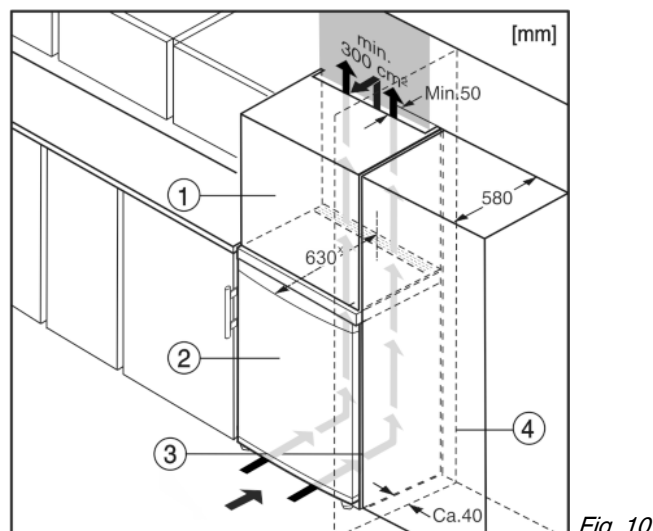

Fig. 10
Spotřebič lze zabudovat do kuchyňských skříní. K vyrovnání spotřebiče Fig. 10 (2) na výšku kuchyňské linky lze na přístroj nasadit nástavec Fig. 10 (1).
Při montáži do kuchyňských skříní (hloubka max. 580 mm) lze přístroj instalovat hned vedle kuchyňské skříně Fig. 10 (3). Příklad přesahuje přední stěnu kuchyňské skříně na stranách o 34 mm\* a uprostřed o 50 mm\*.
Když se přístroj instaluje závěsy vedle stěny Fig. 10 (4), musí být vzdálenost přístroje od stěny alespoň 40 mm. To odpovídá přesahu madla při otevřených dveřích.